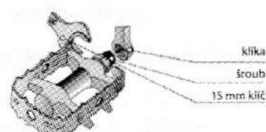

Abb. 2
- Das Gewinde vor der Montage leicht einfetten und mit einem 15-mm-Schlüssel (ca. 40 Nm) festziehen. (Abb. 2 – Montage der Pedale)